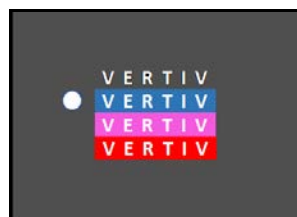

図3-18 色設定画面
2) 色を選択し、ENTER を押して色選択画面を開きます(図3-18)。